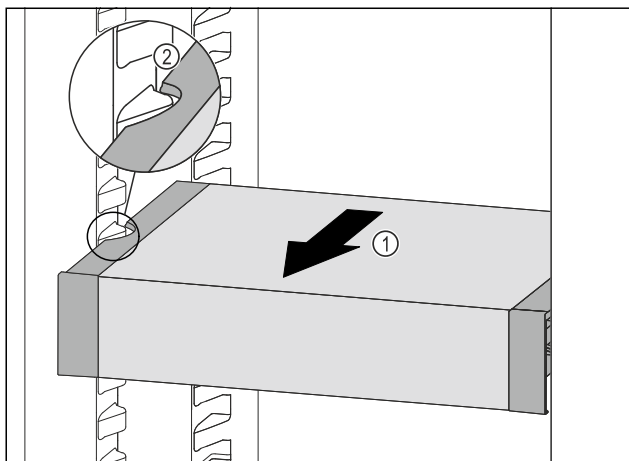

Fig. 63
- VarioSafe ťahajte dopredu Fig. 63 (1), dokým sa bočné vybrania VarioSafe nebudú nachádzať vo výške rebra nádoby v chladničke. Fig. 63 (2)